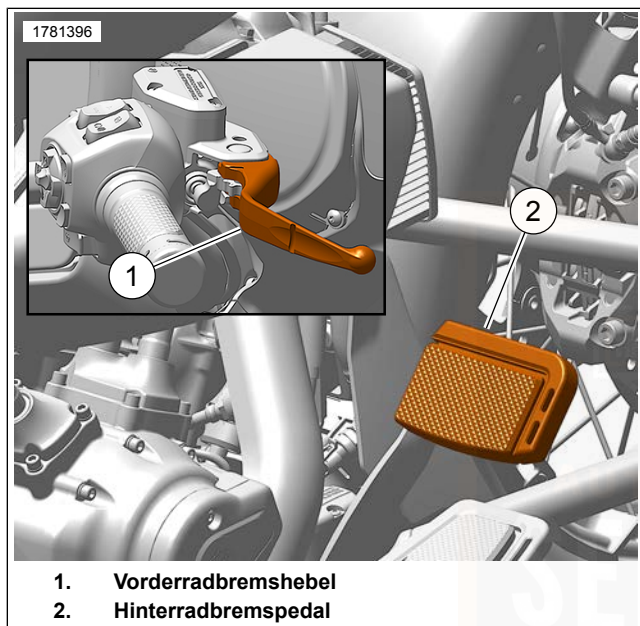

Abbildung 62. Bedienungselemente für Bremsen
Siehe Abbildung 62. Mit dem Vorderradbremshebel (1) wird die Vorderradbremse betätigt. Der Hebel befindet sich am rechten Lenker. Den Handhebel mit den Fingern der rechten Hand betätigen.
Siehe Abbildung 62. Mit dem Hinterradbremspedal (2) wird die Hinterradbremse betätigt. Das Pedal befindet sich auf der rechten Seite. Das Hinterradbremspedal mit dem rechten Fuß betätigen.